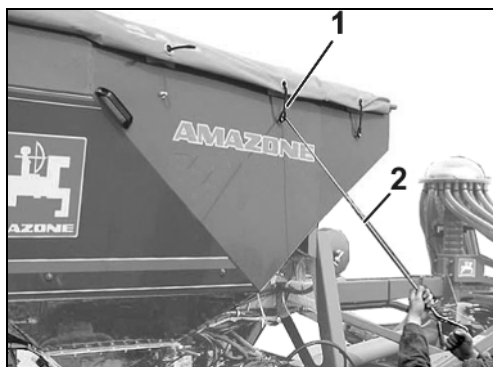

Рис. 103
1. Установка гидравлического рычага (Рис. 103)